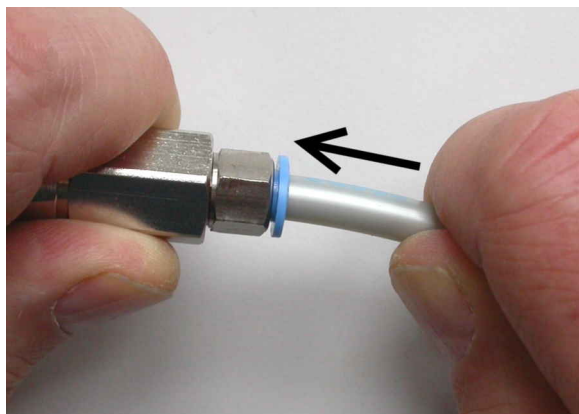

Figure 6-7 : Assemblage de l'adaptateur push-pull (à gauche) et du tube de 6 mm (à droite)
5. Poussez le tube jusqu'au bout dans l'adaptateur, comme illustré à la Figure 6-7.